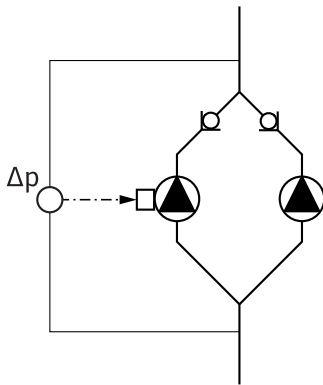

Fig. 18: Esempio, attacco trasduttore differenza di pressione
- Nell'esempio della fig. 18, la pompa master è la pompa a sinistra rispetto alla direzione del flusso. Collegare a questa pompa il trasduttore differenza di pressione.
- I punti di misura del trasduttore differenza di pressione della pompa master devono trovarsi nel rispettivo collettore sul lato aspirazione e lato mandata dell'impianto a due pompe (fig. 18).